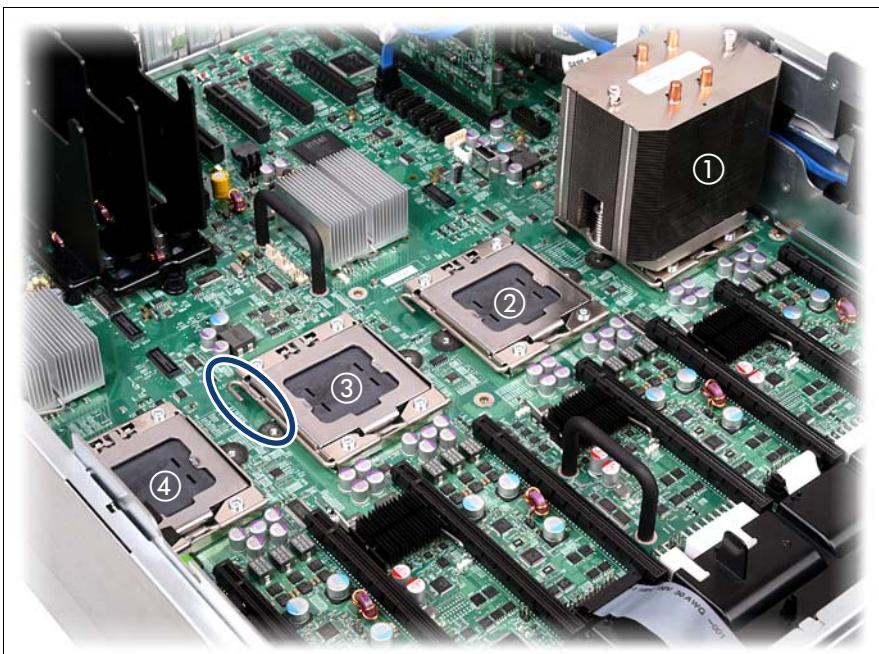

図 16: ソケットレバーを開く
- ▶ ソケットレバーを横に押して外し、最後まで起こします（35 ページ の図 16 を参照）。